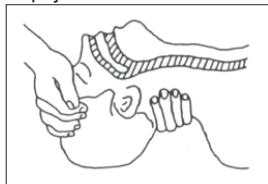

Figura 1
- Abrir las vías respiratorias levantando el cuello y empujando hacia atrás la frente (**Figura 1**).